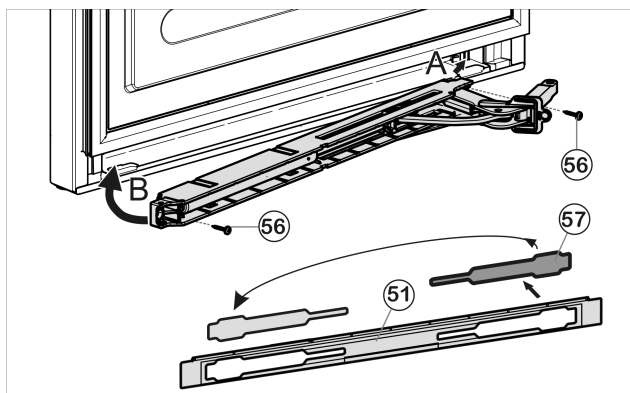

Fig. 21
- Suelte la cubierta Fig. 21 (57) del panel Fig. 21 (51) y vuélvala a colocar en el otro lado.
- Enganche (A) la unidad de amortiguador de cierre con la articulación orientada hacia el lado de la bisagra y gírela hacia dentro (B).
- Atornille la unidad de amortiguador de cierre (2 Torx 15) Fig. 21 (56).